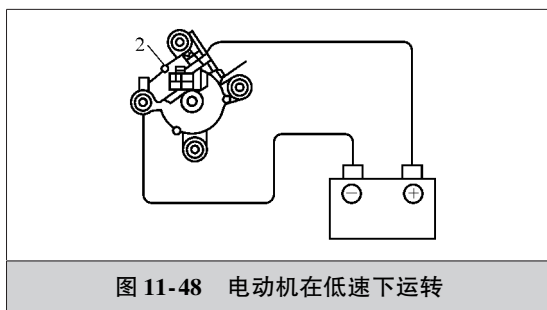

图 11-48 电动机在低速下运转
(1) 电动机在低速下运转 如图 11-48 所示, 将蓄电池正极与电动机端子 2 连接, 负极连接到电动机壳体上。检查电动机是否在低速下运转。如果运转情况不符合规定, 则应更换电动机。